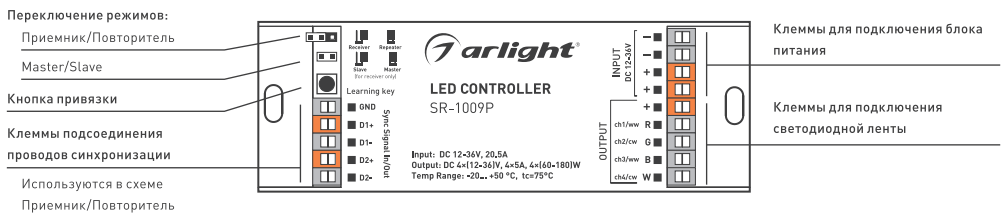

Рисунок 1. Органы подключения и управления.
- Нажмите кнопку привязки Learning Key на контроллере (см. Рис. 1).